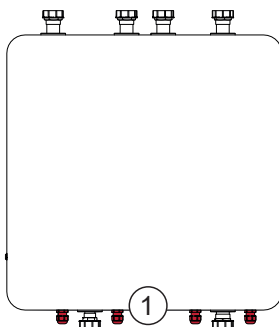

Abb. 39: Kabelverschraubungen an der Hydrobox
Die Kabel für die Hydrobox sind bereits an den Komponenten in der Box fertig verkabelt und müssen nur noch in die Powerbox verlegt und angeschlossen werden. Für die Kabelführung sind die Kabelverschraubungen (1) an der Unterseite der Hydrobox zu verwenden und nach der Verlegung fest zu verschrauben (Abb. 39).